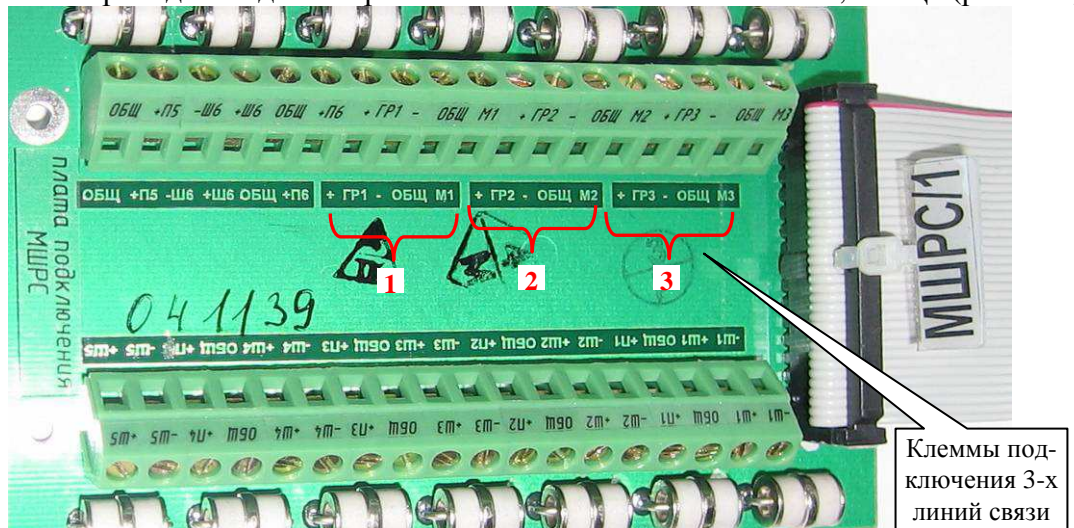

Рисунок 11.2. Подсоединение линии связи к плате подключения МШРС
**Внимание. Все подключения кабелей вести при отключенном напряжении питания.** Подсоедините провода из одной пары кабеля к клеммам «+ГР–» и «М, ОБЩ» (рис.11.2).